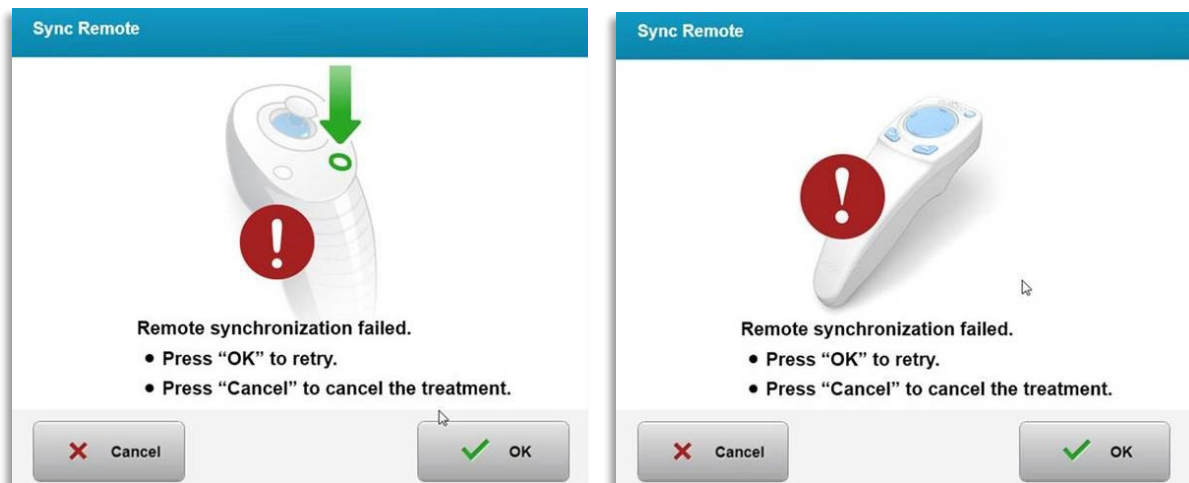

Bild 3-18. Synkroniseringsprocessen når sin tidsgräns
- Om synkroniseringsknappen inte trycks in inom de 15 sekunderna visas meddelandet "Synkronisering av fjärrkontroll misslyckades" (Remote Synchronization Failed) på skärmen, vilket visas på bild 3-18.